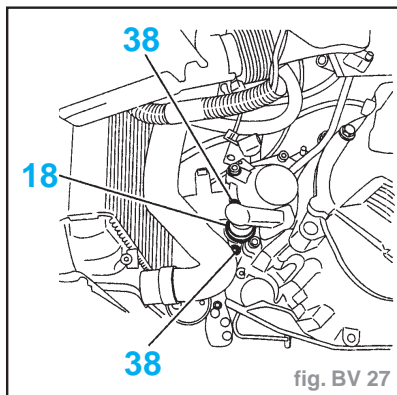

fig. BV 27
- Mettre en place le cylindre récepteur d'embrayage (18) (fig. BV. 27).
- Serrer les vis (38) à **2 daN.m**.